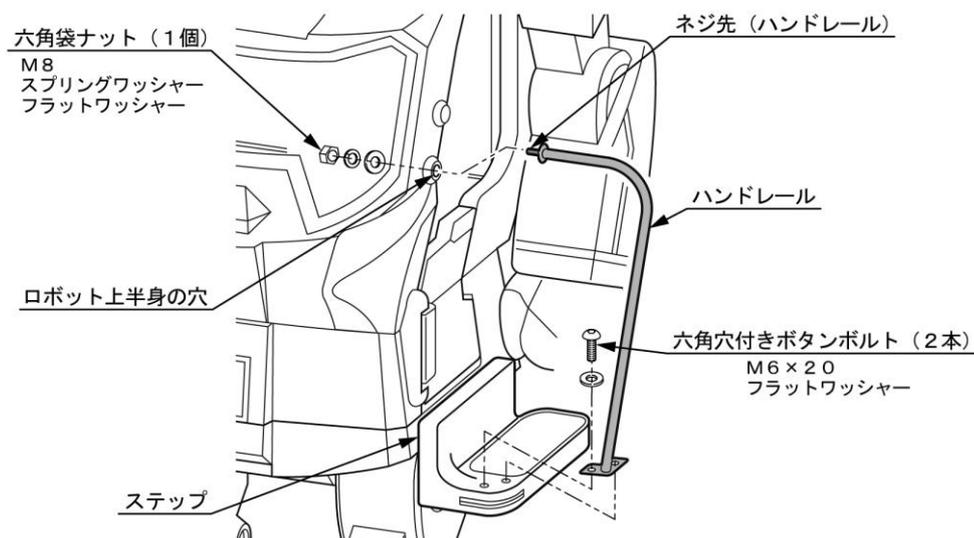

図6-16 ハンドレールの取り付け
ロボット上半身の穴にハンドレールのネジ先を差し込み、付属の六角袋ナット（M8 1個）で仮止めします。（図6-16）
- ② ネジ先の反対側をステップ上面部分に置き、付属の六角穴付きボタンボルト（M6×2本）で固定します。（図6-16）
- ③ 「①」で仮止めした六角袋ナットを本締めします。（図6-16）